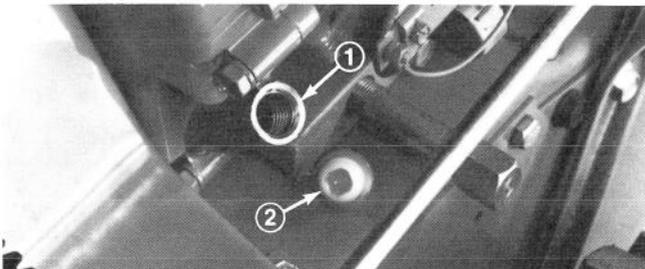

Figure 18
3. Enlevez le bouchon de remplissage du carter (Fig. 18).
4. Lentement, versez environ 44 onces (1,30 l) d'huile dans le trou de remplissage (Fig. 18). Le moteur Briggs & Stratton utilise toute huile détergente de haute qualité répondant aux classes de service MS, SC, SD ou SE de l'API (American Petroleum Institute). Choisissez la viscosité de l'huile selon la température prévue du milieu. Les huiles recommandées sont les SAE 5W30 et 5W20, et un substitut acceptable est la SAE-10.